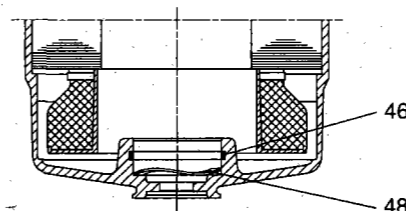

Fig. 1
O-ring, pos. 46, trykkes ned i recessen, og bølgefjeder, pos. 48, monteres i bunden af statoren, se fig. 1.